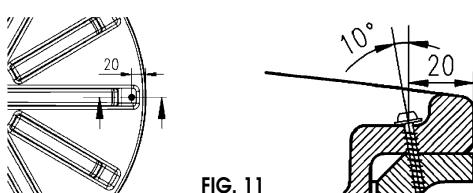

FIG. 11
- Afin d'empêcher toute ouverture non autorisée du couvercle (sécurité enfants), en particulier en cas d'installation enterrée, celui-ci peut être bloqué à l'aide de la vis fournie. Pour cela, percer un trou débouchant de $\varnothing 3$ mm dans le renforcement prédefini sur le couvercle et la bride du réservoir (angle de 10°), puis visser. (Voir FIG. 11 - ci-dessous).